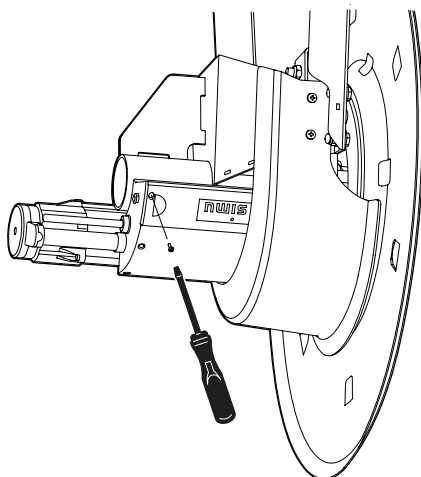

Fig. 12
1. Ta bort skruvarna och öppna luckan, se **Fig. 12**.